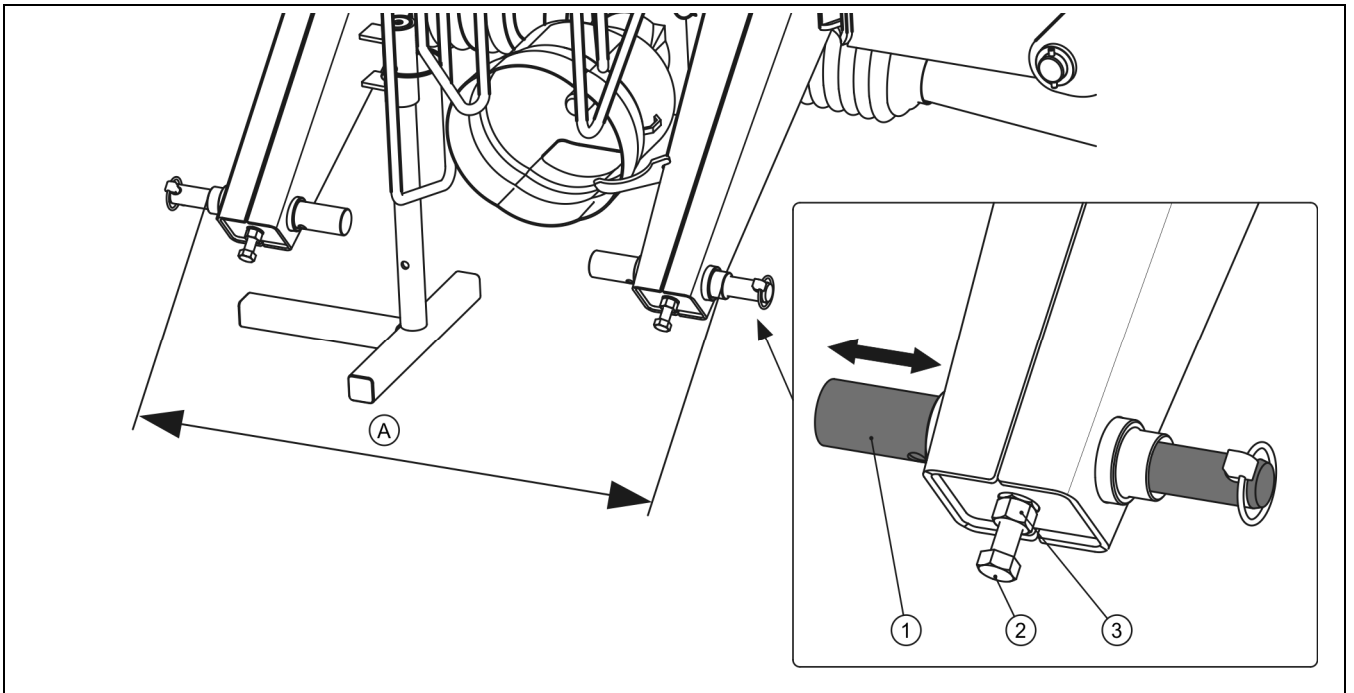

РИСУНОК 4.2А Регулировка нижних сцепных шкворней навесной системы косилки
При помощи нижних шкворней (1) навесной системы косилки можно регулировать расстояние между тягами (рисунок 4.2А) в пределах 795 - 970 мм. Чтобы изменить расстояние между сцепными шкворнями навесной системы, необходимо:
- Слегка отвинтить контргайку (1),
- Отвинтить установочный болт (2),
- Передвинуть шкворень (1) вправо или влево, пока не будет достигнуто нужное расстояние,
- Заблокировать положение шкворня при помощи установочного болта (2) и контргайки (3).